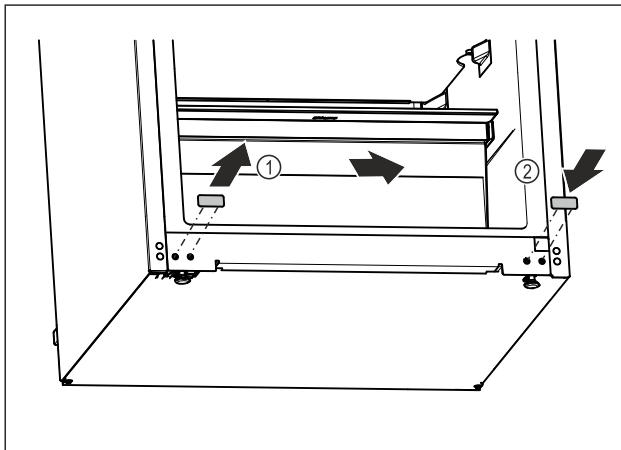

Fig. 20
- ▶ Vytiahnite kryciu zátku. Fig. 20 (1)
- ▶ Nasadíte kryciu zátku na opačnú stranu. Fig. 20 (2)